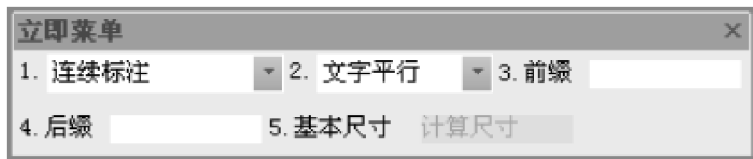

图 5-13 连续标注立即菜单 2
2) 如果拾取的是第一引出点, 则此引出点为尺寸基准界线的引出点, 按照提示拾取第二引出点后, 立即菜单变为如图 5-13 的内容。